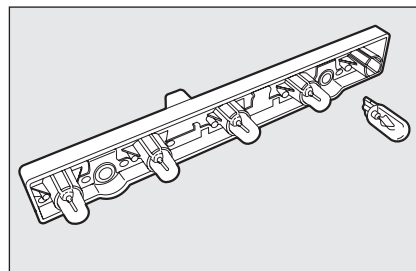

fig. 26
- enlever les ampoules et les remplacer fig. 26.